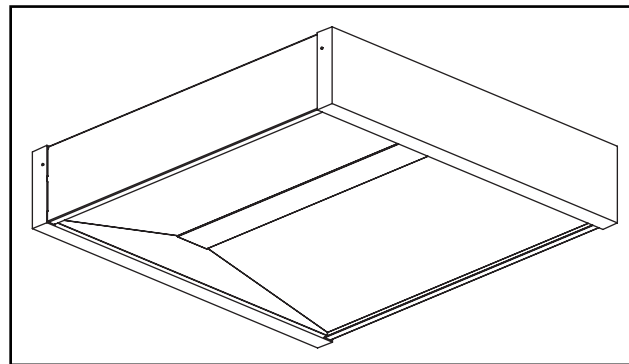

Figure 5.
5. Fixez à nouveau la plaque d'extrémité à la trousse de montage à la surface. L'embout plastique ne se fixe que dans un sens. Assurez-vous que les tenons de la plaque d'extrémité sont bien enclenchés. Procédez à la fixation à l'aide de vis n° 10 le cas échéant (voir figure 5).